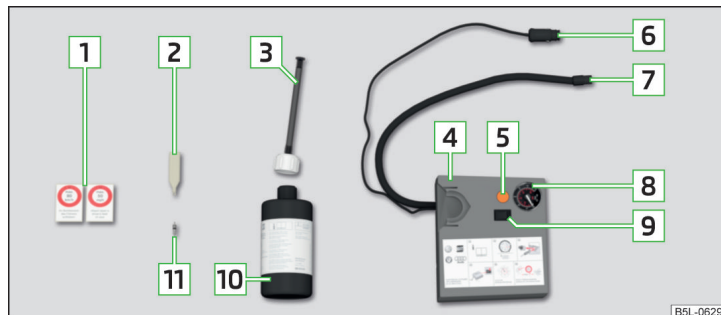

Fig. 200 Imagen esquemática: Componentes del kit de averías
Componentes del kit de averías » fig. 200
- Pegue la etiqueta adhesiva correspondiente » fig. 200 de la página 227 sobre el tablero de instrumentos en el campo visual del conductor.
- Agite la botella de inflado de neumáticos » fig. 200 de la página 227 fuertemente varias veces.
- Enrosque el tubo flexible » fig. 200 de la página 227 del compresor de aire fijándolo en la válvula del neumático.